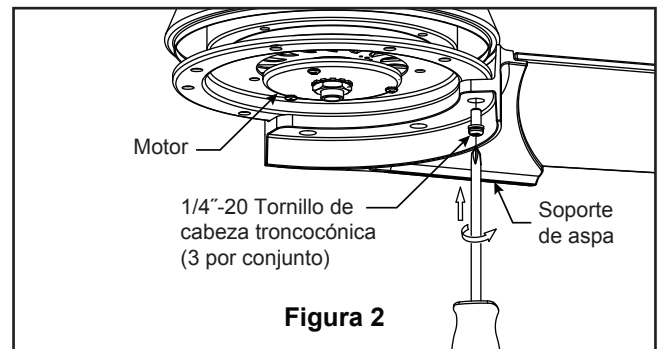

Figura 2
2. Retire el clip de horquilla y pasador de horquilla de la parte inferior de la bola para colgar. Retener el pasador y clip para la reinstalación en el paso 4. (Figura 2)
Debe colgar el ventilador a una distancia mínima de 2,13 m desde las aspas hasta el piso. (Figura 2)
Para evitar una posible descarga eléctrica, asegúrese de cortar la alimentación eléctrica de la caja de fusibles principal antes de alambrao el ventilador. (Figura 2)
2. Coloque y ajuste firmemente la cubierta para el tornillo de la base sobre los tornillos de reborde de la abrazadera para colgar mediante el mecanismo de seguro por giro del chavetero. (Figura 2)
2. Fije los soportes de aspas al soporte del motor mediante los 1/4"-20 tornillos de cabeza troncocónica a través de los orificios ubicados al costado del soporte del motor. (Figura 2)
- 2.** Instale la ensamble de la placa de iluminación en el soporte utilizando las dos ranuras principales de conexión. Vuelva a colocar el tornillo retirados previamente y asegure los tres tornillos. (Figura 2)
2. Restaure la fuente de alimentación de la toma de corriente enciendo la electricidad del fusible principal. (Figura 2)